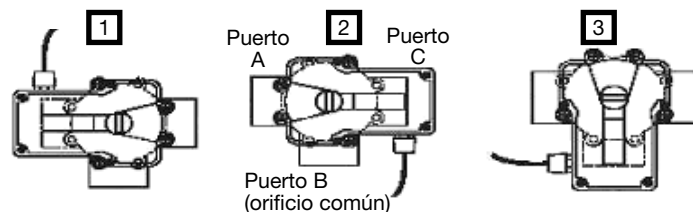

FIG. 3. Posiciones de montaje
- **Montaje estándar del actuador:** El cuerpo del actuador queda sobre el Puerto B. Consulte el ejemplo 2 en FIG. 3.
**Nota:** El actuador se puede montar sobre una válvula usando cualquiera de las posiciones que se indican en FIG. 3. Dependiendo en las conexiones de la válvula y de la posición de montaje del actuador, puede ser necesario reprogramar el actuador. Consulte "Programación" en la página 3.
7. Use cuatro (4) tornillos largos de acero inoxidable (incluidos) para conectar el actuador a la válvula.
**Nota:** Antes del envío se preprograma el actuador con puntos de tope en 0° y 180°. Esta configuración está diseñada para la posición 3 en FIG. 3. Aunque sea necesario optimizar o reprogramar completamente los puntos de tope preprogramados, este proceso sigue siendo aplicable.